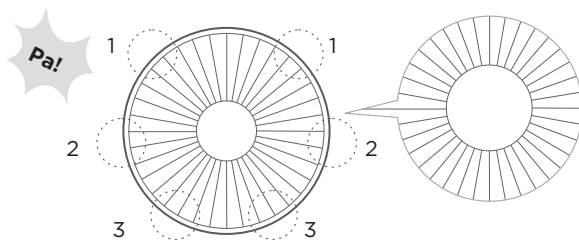

Fig.9
- 5 Premere la griglia con entrambe le mani in sequenza; quando è installata, si sente un clic. (Fig. 9)